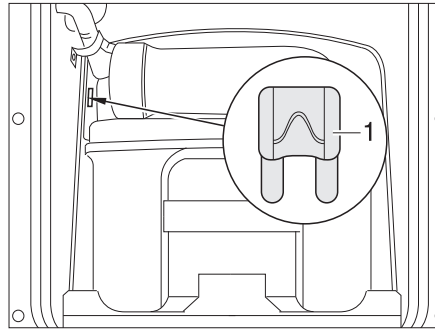
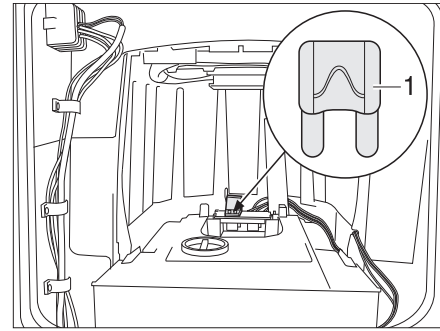

Fig. 174 Fusible del inodoro Thetford
Fig. 175 Fusible del inodoro Thetford (alternativa)
- Cambiar el fusible (Fig. 174,1 ó Fig. 175,1).